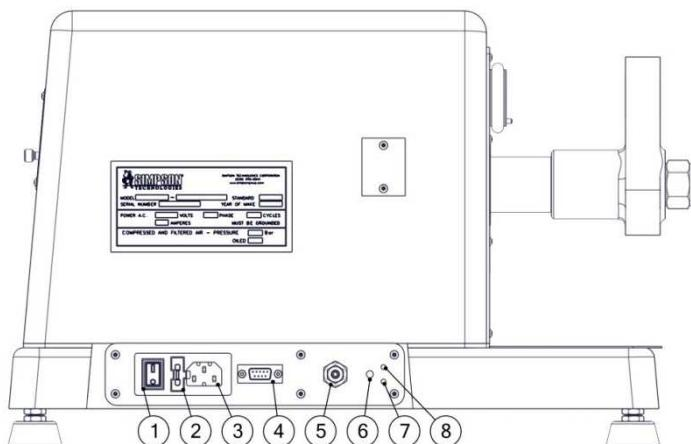

Рисунок 7.1: Вид сзади
2. Установите пустую емкость, размером около 200/300 мл под вентиляционными отверстиями прибора (Рисунок 7.1, Поз. 6). Использованное масло будет стекать в емкость.
5. Во время этого цикла универсальный прибор будет выкачивать использованное масло через выходное отверстие (Рисунок 7.1, Поз. 6) в подставленный контейнер. Повторите шаг 4 и удлините время между циклами, чтобы дать маслу возможность вытечь из прибора. Продолжайте повторять шаг 4 до тех пор, пока все масло не выльется из прибора.
6. После слива масла поставьте универсальный прибор в обычное положение. Подсоедините маленький шланг к открытому выходному отверстию (Рисунок 7.1, Поз. 6).
1. Переведите выключатель питания в позицию ВКЛ (ON) (Рисунок 7.1, Поз. 1).